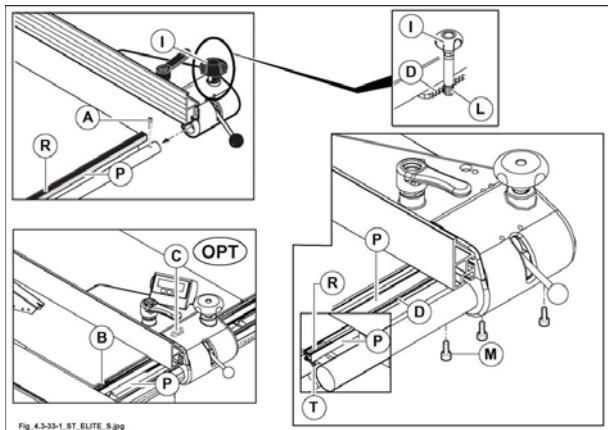

Fig. 4.3-33-1
- abbassare il pomello (I fig. 4.3-33-1), spingere la cremagliera in battuta contro il perno (L fig. 4.3-33-1) e serrare le viti (M fig. 4.3-33-1).